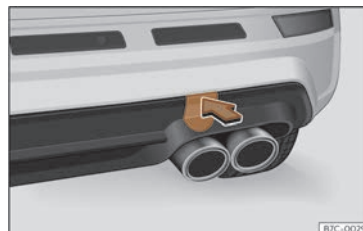

**Fig. 43** Du côté droit du pare-chocs arrière : retirer le cache.
Le logement de l'œillet de remorquage à visser se trouve sur la partie droite du pare-chocs arrière, derrière un cache» **fig. 43**.
- Appuyez sur la partie supérieure du cache » **fig. 43** afin de le dégager.